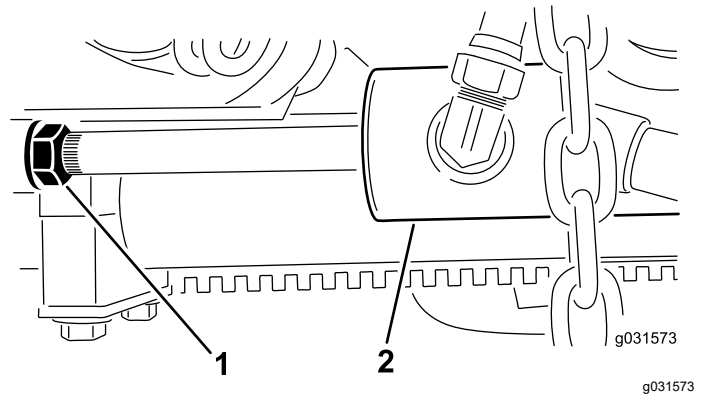

Figura 13
- B. Afloje la contratuerca del cilindro (Figura 13).